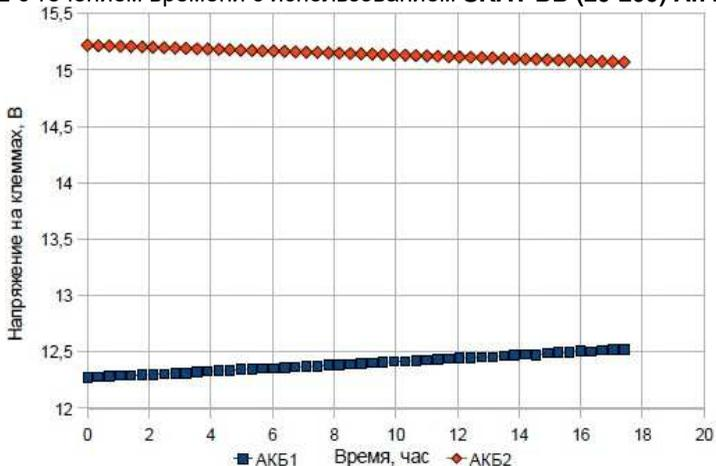

Рисунок 2 – Зависимость напряжения на клеммах АКБ1 и АКБ2 от времени без **SKAT BB (26-200) Ah**.
- Продление срока службы АКБ за счет автоматического выравнивания (балансировки) напряжения на клеммах АКБ (см. рис.2 и 3)